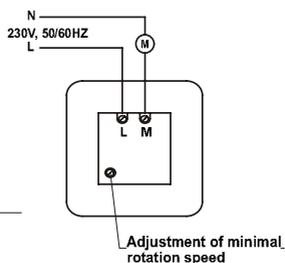

Fig.2
Il collegamento alla rete deve essere eseguito tramite interruttore con uno spazio tra i contatti aperti di 3 mm per tutti i poli, inseriti in cablaggi fissi. Il collegamento del comando alla rete deve essere eseguito secondo il circuito, illustrato in Fig.2.
The mains connection must be made via a switch with an open contact gap of 3 mm for all poles, inserted in fixed wiring. The control unit must be connected to the mains according to the circuit, illustrated in Fig.2.
- reinserire le spine decorative e la cornice. L'impostazione alla velocità di rotazione minima si esegue con un cacciavite nell'apertura speciale nel coperchio posteriore (vedi Fig.2). Dopo aver collegato il comando alla rete, ruotare la manopola in senso orario fino al click per accenderlo. Per diminuire la velocità del ventilatore ruotare la manopola in senso orario, per aumentare la velocità del ventilatore ruotarla in senso antiorario. Come protezione contro il sovraccarico, il comando è dotato di fusibile incorporato sostituibile. La velocità di rotazione minima raccomandata è non inferiore alla metà della velocità massima.
- reinsert the decorative pins and the frame. The minimum speed setting is made using a screwdriver in the special opening in the rear cover (see Fig.2). After connecting the control unit to the mains, turn the knob clockwise until it clicks to switch it on. To decrease the fan speed turn the knob clockwise; to increase the fan speed turn it counter-clockwise. As protection against overload, the control unit features a built-in replaceable fuse. The recommended minimum speed is not less than half of the maximum speed.